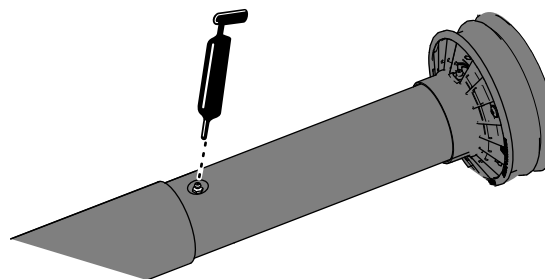

Figure 10
- Déployez partiellement l'arbre d'entraînement de la PDF pour accéder au graisseur situé près du centre de la protection intérieure de l'arbre (Figure 10).
- Appliquez de la graisse sur le graisseur du joint de l'arbre d'entraînement télescopique, comme montré à la Figure 10.